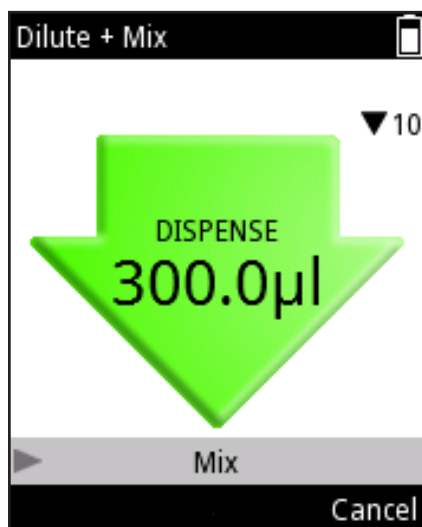

Imagen D31.
- Presione el **disparador** para dispensar el volumen total (Imagen D31).